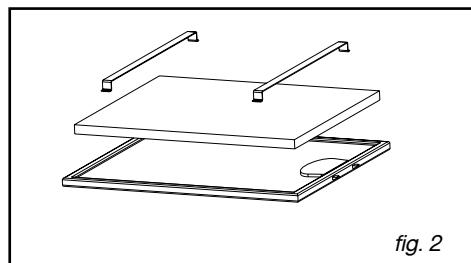

fig. 2
- Verwijder de filtercassettes (fig.2).